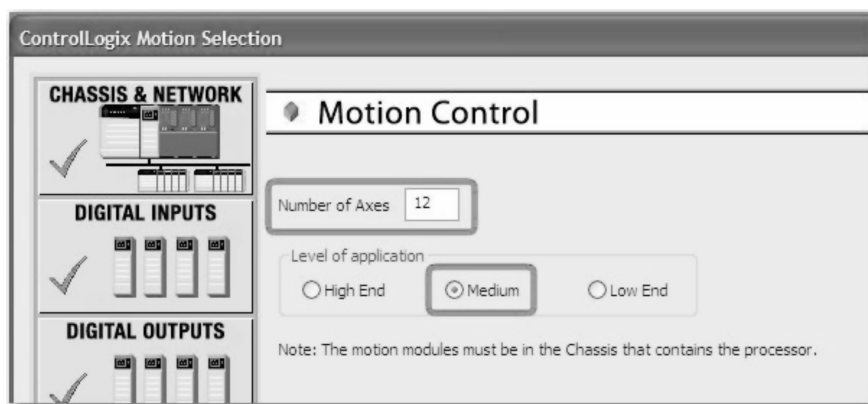

图 26-33 运动控制设置图
12. 在“运动控制”（Motion）页面中，向“轴数”（Number of Axes）框内输入 12。对于“应用等级”（Level of Application），请选择“中等”（Medium）单选按钮（见图 26-33）。之后，将能够选择在向导中选取哪一个运动控制模块。